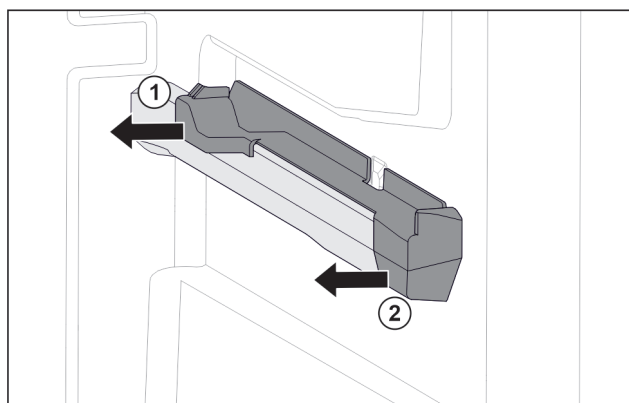

Fig. 43 Вставна частина на правому ребрі для резервуару
- ▶ Відсунути вставну частину назад вбік. Fig. 43 (1)
- ▶ Відсунути вставну частину вперед вбік. Fig. 43 (2)